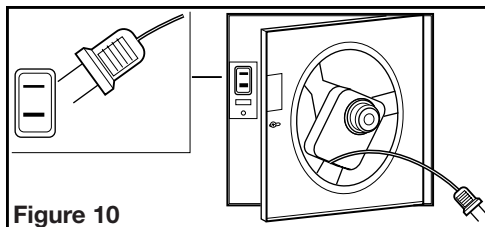

Figure 10
- Reinstall the fan's venturi by holding it at approximately a 45 degree angle, hook the two tabs on the venturi into the slots on the housing and secure in place by tightening the venturi screw. Rotate the blower wheel by hand to ensure it spins freely. Now plug the fan motor into the receptacle (**Figure 10**).
- Reinstaller le venturi du ventilateur en le tenant à un angle d'environ 45 degrés, accrocher les deux onglets sur le venturi dans les fentes sur le cabinet et fixer en place en serrant les vis du venturi. Faire tourner la roue de la soufflante à la main pour s'assurer qu'elle tourne librement. Maintenant, connecter le moteur du ventilateur dans le réceptacle (**Figure 10**).